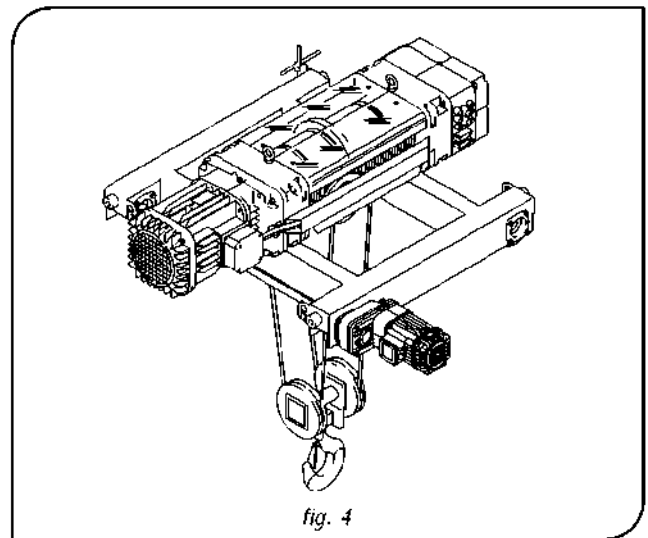

fig. 4
- Instalacja urządzenia wraz z elektrycznym wózkiem transportowym, w podwójnej konfiguracji szynowej, typ DRT: (rys.4)